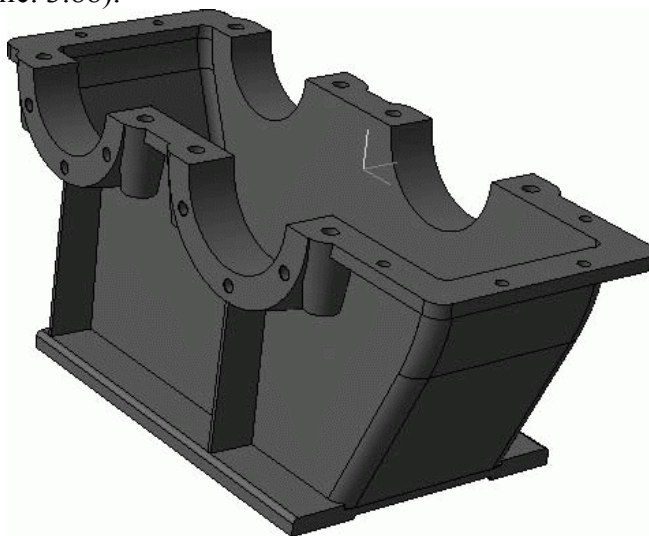

Рис. 3.88. Вырезание отверстий под болты в бобышках и под подшипники в корпусе
28. Создайте отверстия с помощью вырезания выдавливанием. Направление вырезания – Два направления, способ выдавливания по каждому из направлений – До ближайшей поверхности. При выборе такого способа выдавливания нет необходимости указывать точное значение величины выдавливания – система определит его автоматически. Подтвердив выполнение операции вырезания, вы получите практически готовую модель корпуса редуктора (рис. 3.88).